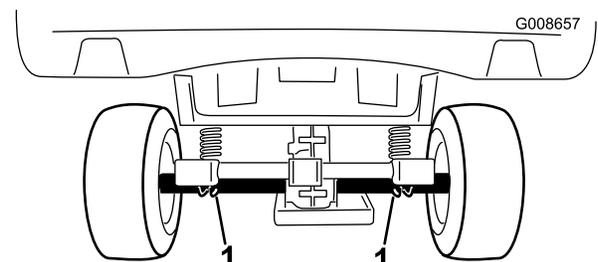

Figura 23
- Il punto di sollevamento dietro la macchina si trova sotto i tubi dell'assale (Figura 23).